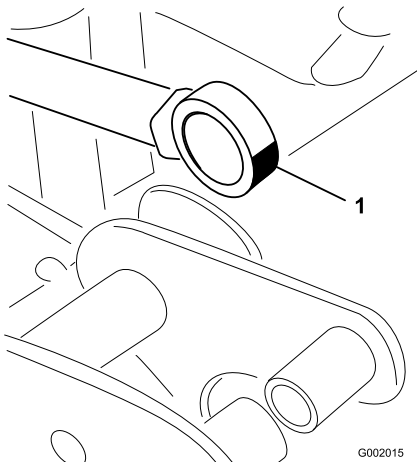

Figure 37
5. Manipulez le côté roulement de la tige d'actionneur et appliquez de la graisse dans le roulement (Figure 37). Essayez tout excès de graisse.